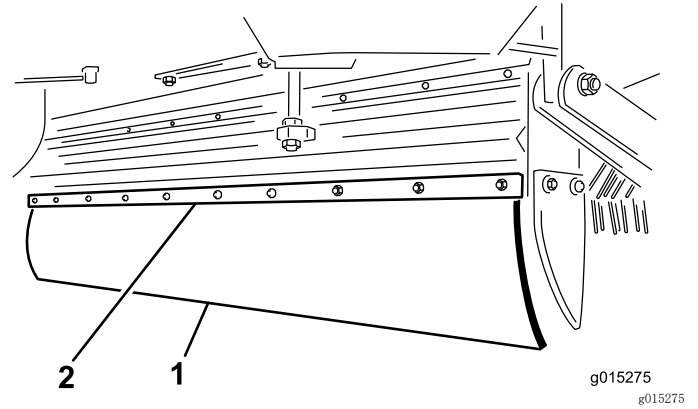

图25
1. 卸下安装挡板和挡板固定装置上的 10 个螺栓、垫圈和螺母（图25）。